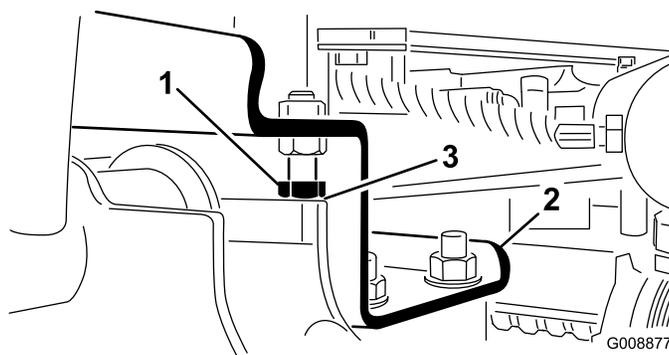

Figura 11
- A. Solte os parafusos de bloqueio (Figura 11).
2. Certifique-se de que a folga entre cada braço de elevação e pino de bloqueio é de 0,13 a 1,02 mm (Figura 11). Se a folga não corresponder às medidas recomendadas, ajuste os pinos de fecho até obter a folga necessária.